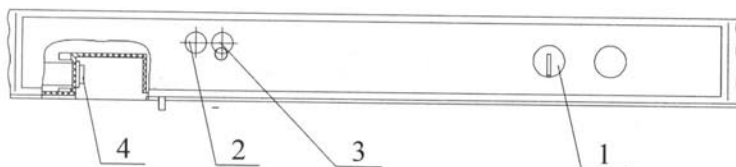

Рис.3. Схема расположения приборов управления и сигнализации
7.1. Включение и отключение холодильника производится штепсельной вилкой сетевого шнура. Загоревшаяся зеленая лампа 2 (рис.3) на панели свидетельствует о том, что холодильник включен в электросеть. Желтая индикаторная лампа 3 горит при работе холодильника в режиме замораживания. Индикаторные лампы загораются в течение 10 секунд.
7.2. Температурный режим в холодильной камере устанавливается путем поворота ручки терморегулятора 1 (рис.3) до выбранного по шкале температурного режима. При этом:
Для качественного замораживания продуктов, предназначенных для длительного хранения, их следует загружать в морозильную камеру порциями общий вес которых не превышает мощности замораживания, указанной в разделе 2. При загрузке продуктов, в количестве превышающем мощность замораживания, увеличивается время полного замораживания. Если Вы хотите сократить время замораживания продуктов, то можете использовать режим замораживания. Режим замораживания включается нажатием клавиши переключателя 4 (рис. 3) «от себя». При этом на панели загорается индикаторная лампа 3 (рис.3).
**Не позднее 24 часов после загрузки последней партии продуктов переведите холодильник в режим хранения, нажав клавишу переключателя «на себя», при этом индикаторная лампа 3 (рис.3) гаснет.**